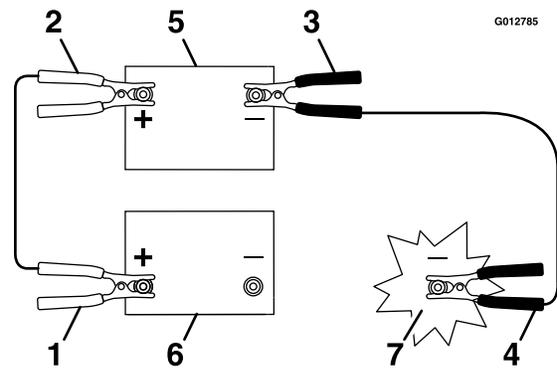

Figure 60
3. Connectez le câble positif (+) à la borne positive (+) de la batterie à plat qui est reliée au démarreur ou au solénoïde, comme montré à la Figure 60.